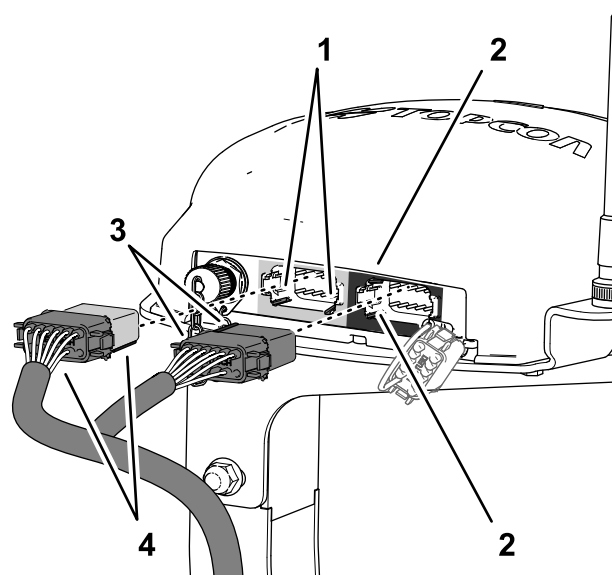

Figura 197
3. Alinee las 2 pestañas del lado largo del conector hembra de 12 vías gris y negro del arnés de datos con las 2 muescas guía del lado horizontal inferior del conector de 12 pines izquierdo (gris) del receptor de navegación (Figura 197).
4. Conecte el conector hembra de 12 vías gris y negro del arnés de datos al conector de 12 pines izquierdo (gris) del receptor de navegación hasta que los cierres del conector se enganchen firmemente (Figura 197).
5. Alinee las 2 pestañas del lado corto del conector hembra de 12 vías negro del arnés de datos con las 2 muescas del lado izquierdo vertical del conector de 12 pines derecho (negro) del receptor de navegación (Figura 197).
6. Conecte el conector hembra de 12 vías negro liso del arnés de datos al conector de 12 pines izquierdo (negro) del receptor de navegación hasta que los cierres del conector se enganchen firmemente (Figura 197).